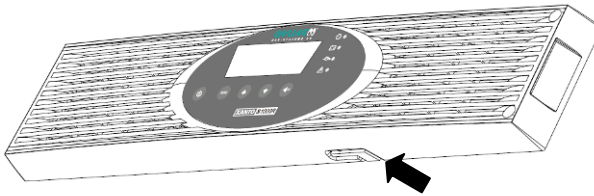

Figura 6: Rimozione dell'uscita cavi dal pacco batterie
2. Rimuovere l'uscita cavi sul lato inferiore del pannello frontale dell'UPS (vedi Figura 6).